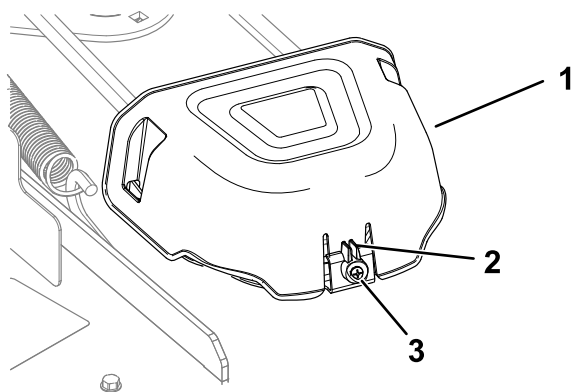

Figure 55
5. Desserrez la vis et appuyez sur la languette du couvercle pour déposer le couvercle des poulies (Figure 55).